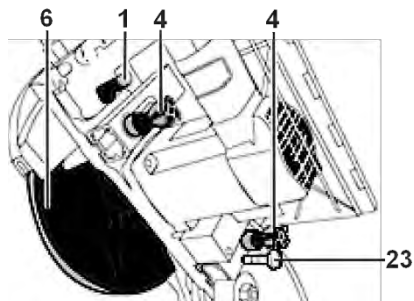

Рисунок 4
4.3.2 Поднимите пильную голову в верхнее положение освободив стопор 23 (рисунок 4).
4.3.4 Нажав на кнопку блокировки 3 (рисунок 1) опустите пильную голову вниз до упора. Зафиксируйте это положение, утопив стопор 23 (рисунок 4).
4.4.2 Отпустите винты-барашки 4 (рисунок 4) и максимально поднимите опорный стол 18 (рисунок 2). Зафиксируйте стол, затянув винты фиксации опорного стола 4. Если опорный стол 18 не находится в крайнем верхнем положении – разблокировка пильной головы невозможна.
4.4.3 Установите пильную голову изделия в строго вертикальное положение, для чего прижмите ее вниз, оттяните стопор 23 (рисунок 4) и, придерживая рукоятку 2 (рисунок 1), дайте возможность пильной голове под воздействием пружины переместиться в верхнее положение. Отпустите стопор 23.
Отпустите винты-барашки 4 (рисунок 4) и установите высоту опорного стола в соответствии с необходимой глубиной распила. Затяните винты для фиксации высоты опорного стола.